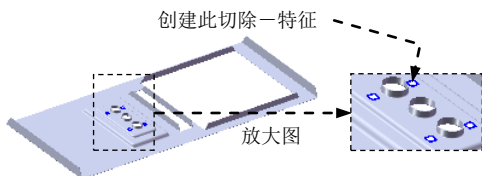
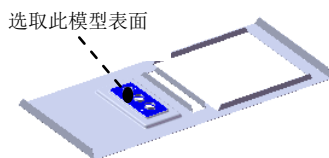
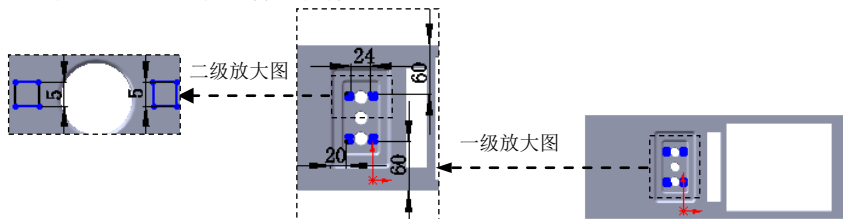

图 17.8.44 创建切除-拉伸 3
图 17.8.45 定义草图平面
图 17.8.46 横断面草图
Step11. 创建图 17.8.44 所示的切除一拉伸 3。选择下拉菜单 **插入(I)** → **切除(C)** → **拉伸(E)...** 命令；选取图 17.8.45 所示的表面为草图平面，绘制图 17.8.46 所示的横断面草图。采用系统默认的切除深度方向；在 **方向1** 区域的下拉列表中选择**完全贯穿**选项。